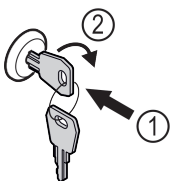

Fig. 46 Eksempelfremstilling
- ▶ Trykk inn nøkkelen Fig. 46 (1).
- ▶ Vri nøkkelen 90° med klokka Fig. 46 (2).